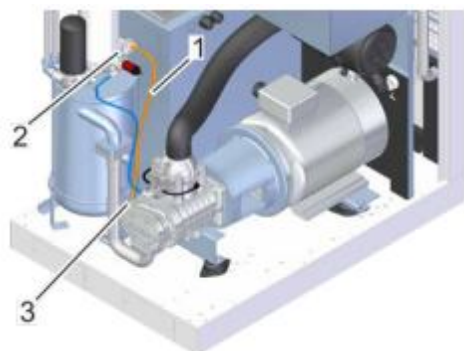

Рис. 44: Трубопровод для отведения охлаждающей жидкости
5. ➤ Отсоедините трубопровод отвода охлаждающей жидкости (Рис. 44/1) от фильтра тонкой очистки (Рис. 44/2) и ступени компрессора (Рис. 44/3).
6. ➤ Прочистите трубопровод для отведения охлаждающей жидкости (Рис. 44/1) и насадку, при необходимости замените оригинальными запчастями (↪ Приложение D «Перечень запчастей» на стр. 77).
7. ➤ Верните насадку и трубопровод отвода охлаждающей жидкости (Рис. 44/1) на место и затяните винты.